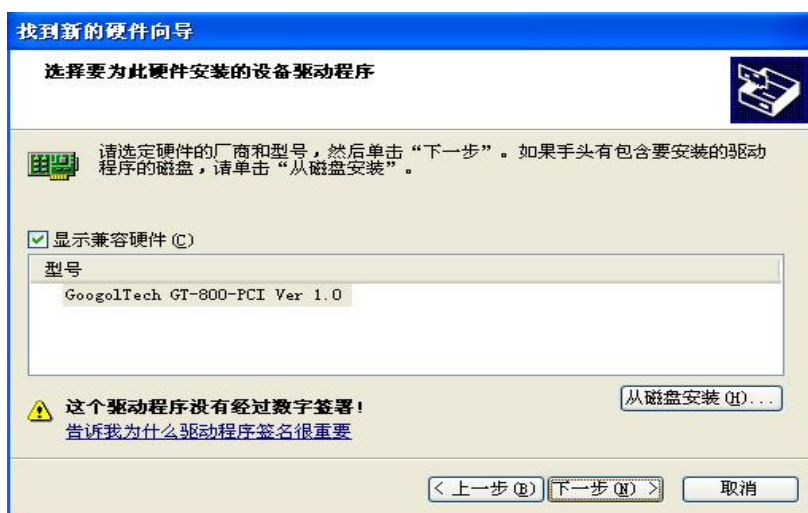

图 2-8 运动控制器驱动程序安装界面 8
(8) 点击“确定”如图 2-8 所示，点击“下一步 (N)”。